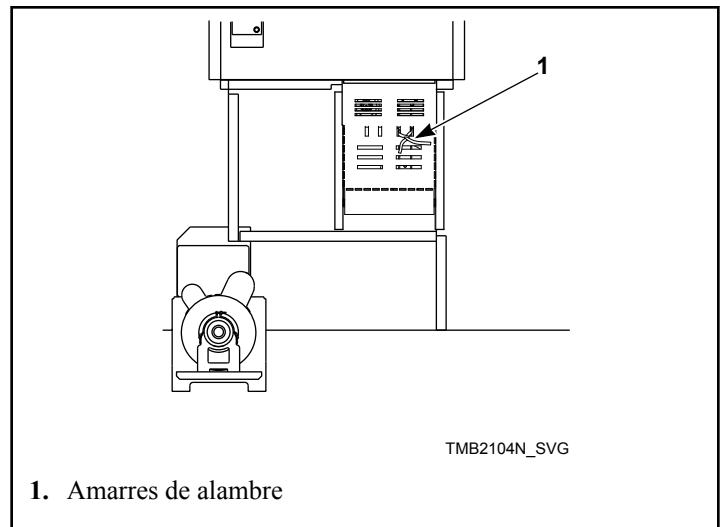

Figura 12
3. Retire y deseche los amarres de alambre del interruptor de caudal de aire para que pueda oscilar libremente. Consulte la *Figura 12*.